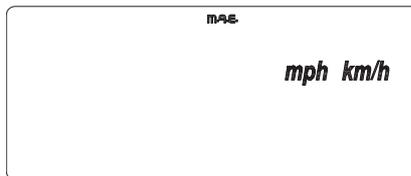

Fig. 14
Saranno visualizzati solo i simboli Km/h e mph con l'unità selezionata che verrà mostrata lampeggiante (con  $f=1\text{Hz}$ , Duty=50%) (fig. 14).
*Only the symbols Km/h and mph will be displayed, and the unit selected will be shown flashing (with  $f=1\text{Hz}$ , Duty=50%) (fig. 14).*